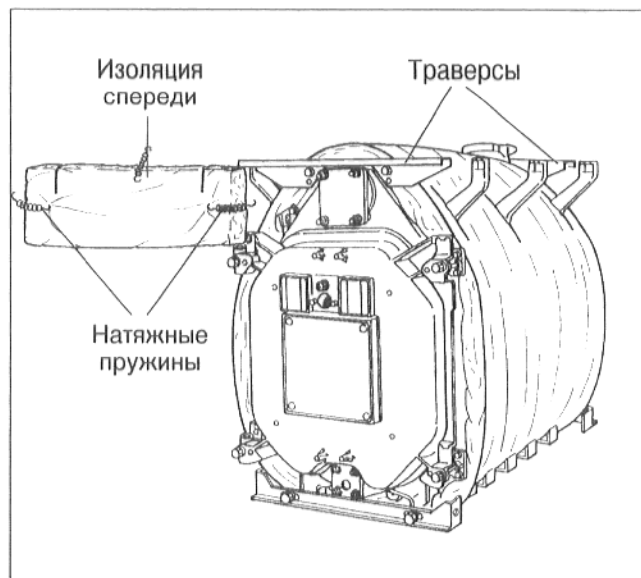
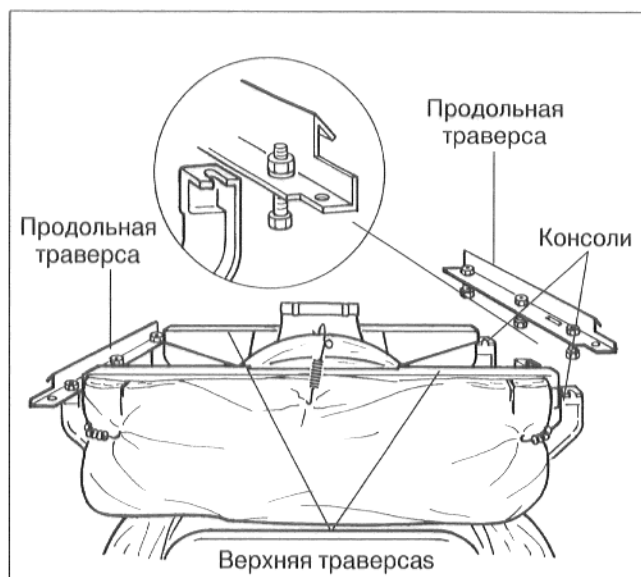

Рис. 32
Рис. 33
- Установить изоляцию спереди, поперек, надрезами вверх и закрепить натяжными пружинами к изоляции блока котла (рис. 32 и рис. 33).
- Положить продольные траверсы на консоли у заднего и переднего элементов (рис. 33).